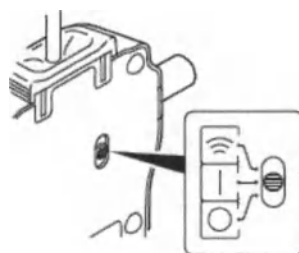

Рисунок 75 — Питание педали ВКЛЮЧЕНО
3. Сдвиньте переключатель питания «БЕСПРОВОДНАЯ СЕТЬ/ВКЛ/ВЫКЛ» на педали в положение «ВКЛ» (рисунок 75).